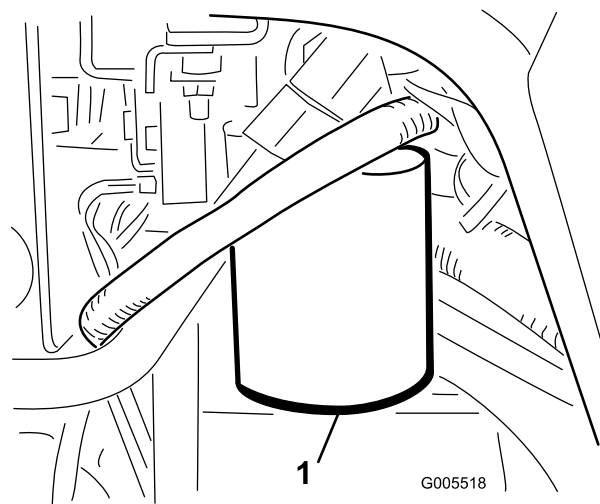

Figure 57
1. Nettoyez la zone autour de la surface de montage du filtre (Figure 57). Placez un bac de vidange sous le filtre et enlevez le filtre.